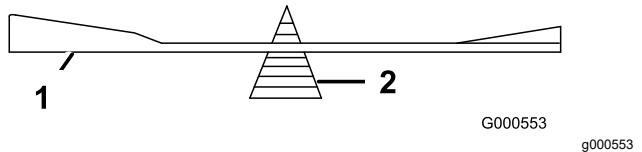

Figura 117
2. Verifique el equilibrio de la cuchilla colocándola sobre un equilibrador de cuchillas (Figura 117).